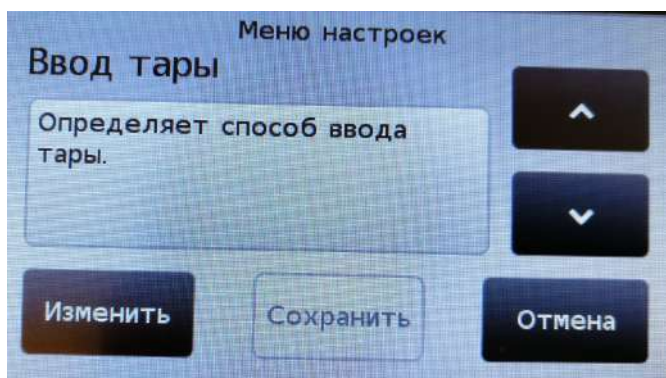

Рис. 8.3.1. Установка режима ввода значения тары.
8.3.1. Войдите в меню установки режимов работы (см. п. 8.1.1, стр. 8), кнопками «**^**» и «**v**» выберите пункт «**Ввод тары**» (см. рис. 8.3.1) и нажмите на кнопку «**Изменить**».